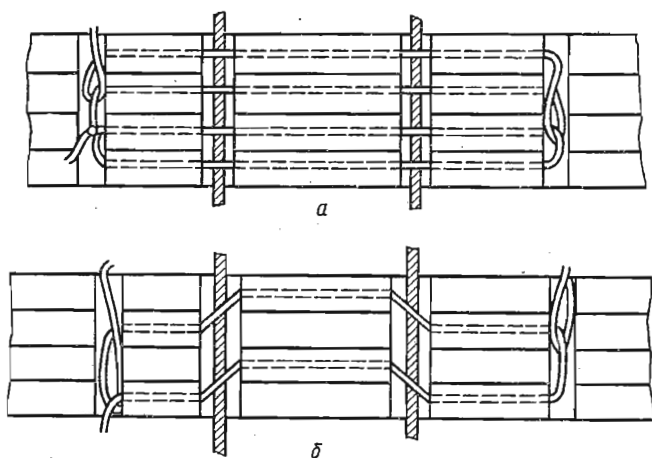

Рис. 43. Шитье нитками вручную на шнурах:
**Шитье на шнурах** (рис. 43) — наиболее древний способ. Тетради скомплектованного блока сталкивают на корешок и зажимают в деревянные тиски. Поперек корешка пропиливают канавки, глубина которых должна быть равна ширине шнура. Со стороны верхнего края и нижней части корешка делают прорезы, облегчающие вывод и ввод в тетрадь иглы с нитью. После пропиливания канавки оправляют напильником.
разовавшийся при сшивании двух предыдущих тетрадей. Для ускорения процесса шитья можно прошивать по две тетради (рис. 43, б), но при этом уменьшается число стежков.